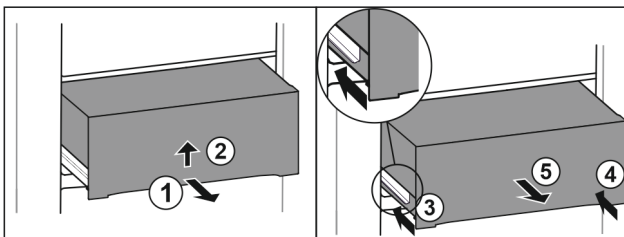

Fig. 40
- ▶ Schubfach halb herausziehen. Fig. 40 (1)
- ▶ Schubfach an der Unterseite anheben. Fig. 40 (2)
- ▶ Linke Schiene einschieben. Fig. 40 (3)
- ▶ Rechte Schiene einschieben. Fig. 40 (4)
- ▶ Schubfach nach vorne entnehmen. Fig. 40 (5)